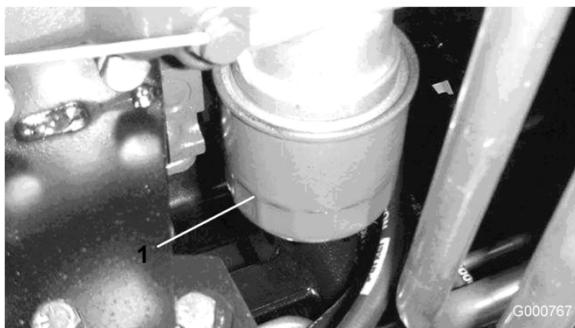

Figura 43
- Retire el filtro de aceite (Figura 43). Aplique una capa ligera de aceite limpio al filtro nuevo antes de enroscarlo. No apriete demasiado.